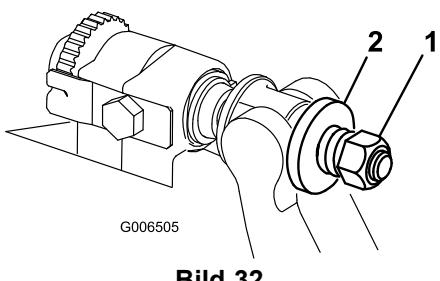

Bild 32
4. Ziehen Sie die Sicherungsmuttern gleichmäßig an jeder Seite an, bis Sie die äußeren Stahlscheiben nicht mehr mit der Hand drehen können. Lösen Sie dann die Sicherungsmuttern, bis Sie die äußeren Stahlscheiben gerade mit der Hand drehen können; das Ende des Untermesserträgers darf jedoch kein Spiel haben (Bild 32).
10. Ziehen Sie die Mutter an jedem Untermesserträgereinsteller an, bis die Druckfeder ganz zusammengedrückt ist, lösen Sie die Mutter dann um eine halbe Umdrehung (Bild 32).